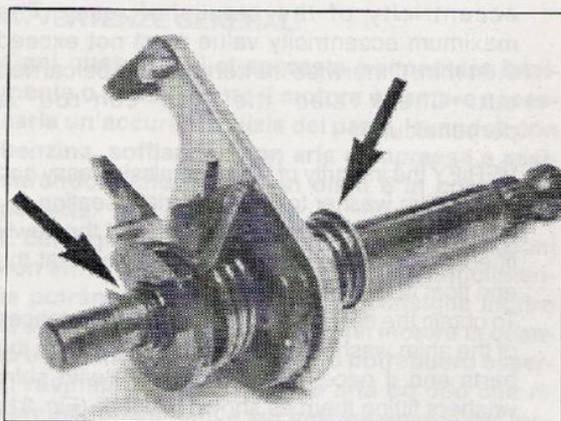

Fig. 33
- 5) VERIFICARE la distanza dei rasamenti dell'albero selettore sia sul carter che sul pezzo e compensare la differenza con rondelle di spessore montandole come indicato (Fig. 33). Il gioco assiale deve essere inferiore a 0,1 mm.
- 5) VERIFY the distance of the shim washers of the shift shaft both on the crankcase and on the part, if necessary compensate the difference using space washers as shown in the figure (Fig. 33). The end float must be less than 0.1 mm.